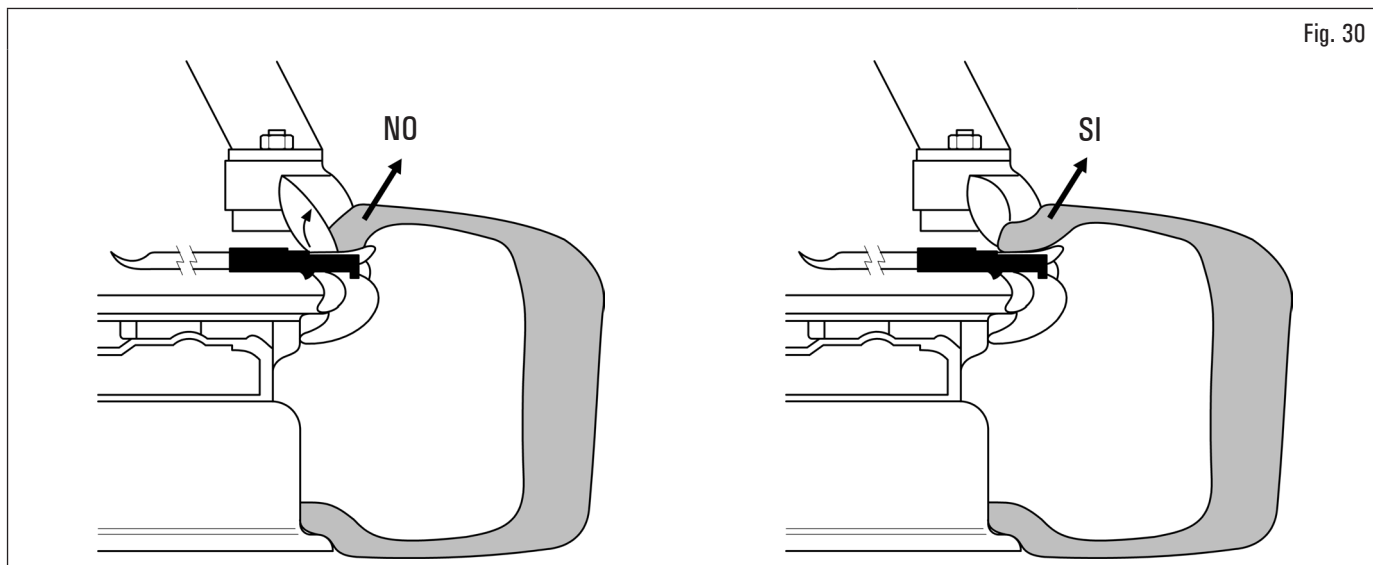

Fig. 30
10. in fase di smontaggio di pneumatici duri, può accadere che il tallone si posizioni, sulla testa utensile, con il labbro girato. Ciò provoca lo scivolamento del tallone stesso dalla leva quando si inizia la rotazione in senso orario. Per ovviare a questo inconveniente, bisogna girare leggermente la ruota in senso antiorario fino a quando il labbro non si distende. A questo punto iniziare lo smontaggio in senso orario (vedi Fig. 30).